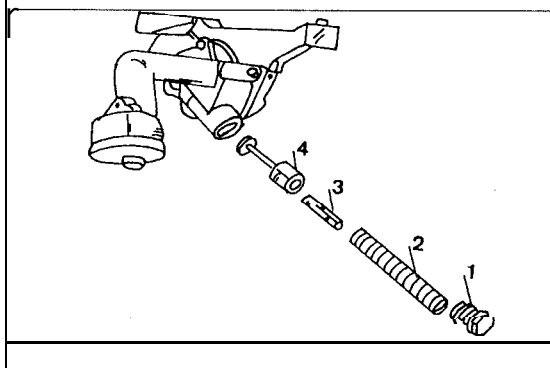

Bild 175
- Den Stopfen (1) in Bild 175 herausdrehen und die Teile des Überdruckventiles herausschütteln. Alle freigelegten Teile einwandfrei reinigen. Falls das Zahnrad und die Kette starke Verschleisserscheinun-
- Die Teile des Überdruckventils wieder in der in Bild 175 gezeigten Reihenfolge einsetzen und den Stopfen einschrauben. Den Stopfen (1) mit 50 Nm anziehen.